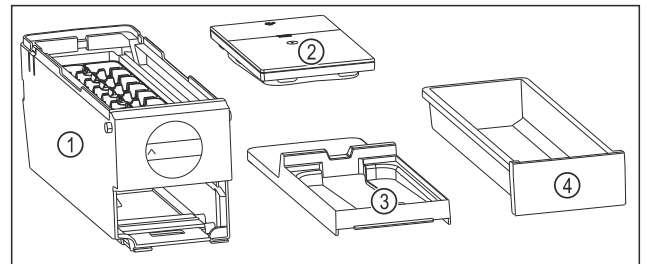

Fig. 79 EasyTwist-Ice 的组成部分
- ▷ EasyTwist-Ice 已被拆解为四部分。(参见 Fig. 79)
- ▶ 仅将 EasyTwist-Ice 拆解成所示的组成部分。(参见 Fig. 79)
- ▶ 将 EasyTwist-Ice 机身 Fig. 79 (1) 作为整体进行清洁。